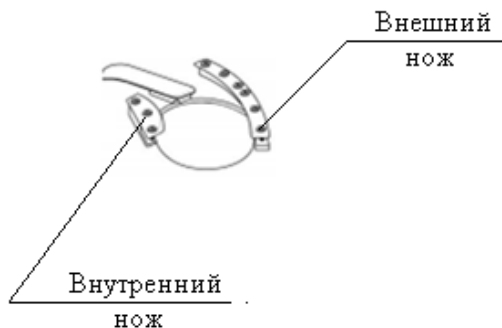

Рисунок 7. Схема ножей
- проверьте на нескольких мишенях, чтобы мишень могла свободно проходить под внутренними и внешними режущими кромками ножа (см. рисунок 7) и не разрушается пластиной карусели.